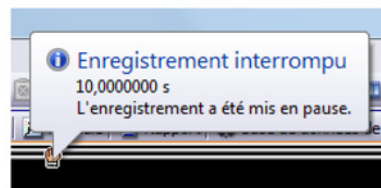

Figure 6.14 : Marqueur d'événement - infobulle
- K** Communication rétablie (OK) : la communication avec un boîtier frontal distant a été rétablie (est OK). Cela se produit généralement après une panne de communication.
- P** Enregistrement interrompu : l'enregistrement a été interrompu. Aucune donnée ne sera enregistrée jusqu'à ce que l'enregistrement ne soit repris. Une infobulle affiche les détails, comme illustré dans Figure 6.14.